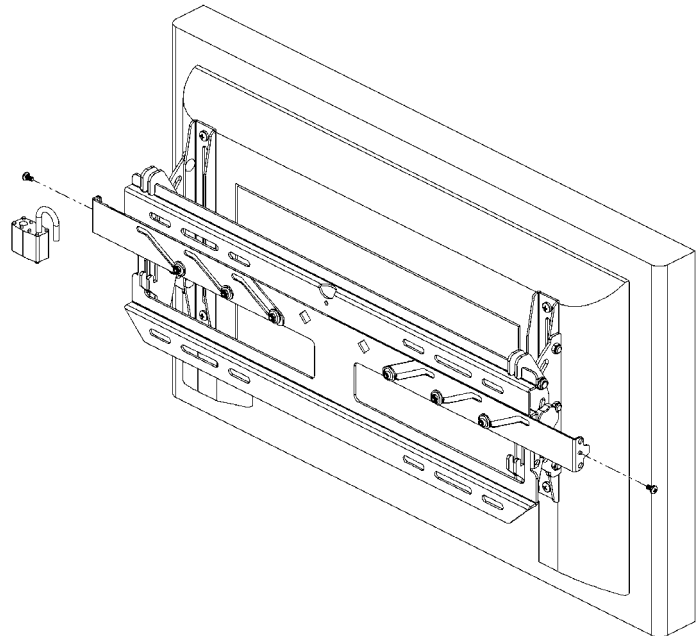

Figure 10. Désinstaller la quincaillerie de sécurité
1. Placez l'écran sur la plaque murale (10) en plaçant les crochets (20 et 30) en haut de plaque murale (voir la Figure 10).
2. Sécurisez l'écran en glissant les verrouillages, de chaque côté, vers l'intérieur (voir la Figure 10).
1. Vous pouvez éventuellement installer des vis auto-taraudeuses (70) et/ou des cadenas sur les deux côtés de la plaque murale. Ces éléments renforcent la sécurité (voir la Figure 10).
2. Faites glisser les verrous de sécurité pour les sortir sur les deux côtés et désengager l'écran de la plaque murale (voir la Figure 10).